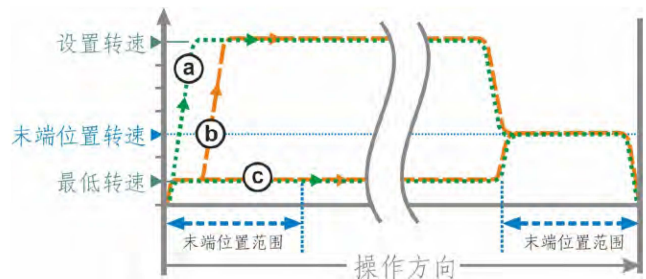

图2：末端位置转速 - 快速启动
- 对于行程关断模式，它将会立即切换到设置的转速以确保最短的行程时间。参见图2中的曲线a。